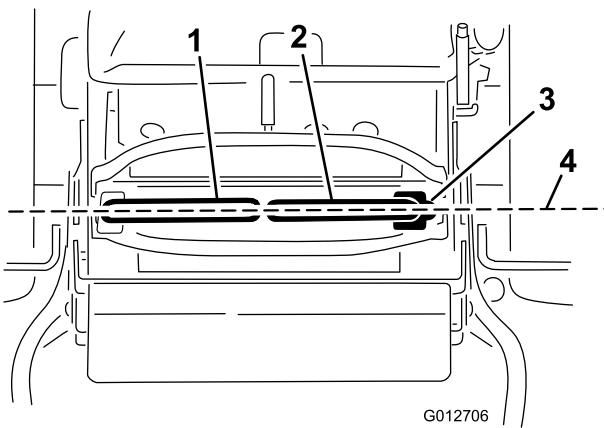

図 70
**重要** Eコントロール・レバーの調整が終わったらあとは、試運転を行なって走行状態を確認してください。コントロール・レバーの前後整列調整も、同じ手順で行ないます（図 70）。
1. 水平調整が終わったら、両方のコントロー ル・レバーを前方に少し押して各リンクの遊 びをなくし、その状態で両レバーが前後に 揃っているかどうかを点検する（図 70）。